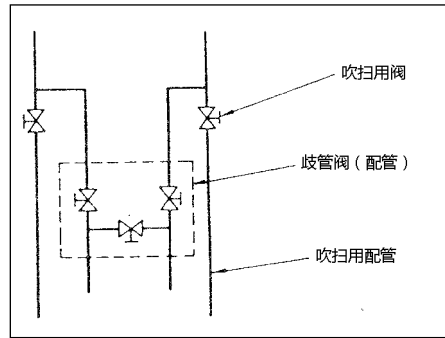

图 .16 吹扫用配管
7.2.1.2 安装了吹扫用配管时（参考“安装”章节第 5.9 项图 16）